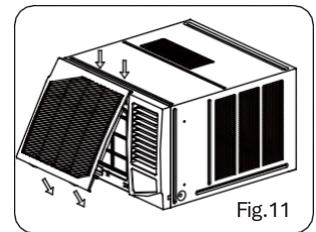

Fig.11
- Pendure o painel frontal na argola da armação e, em seguida, pressione o painel frontal na ranhura da armação até ouvir um clique (ver Fig.11).